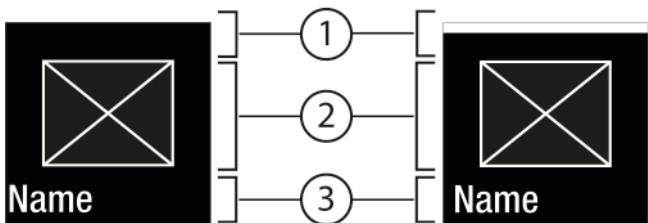
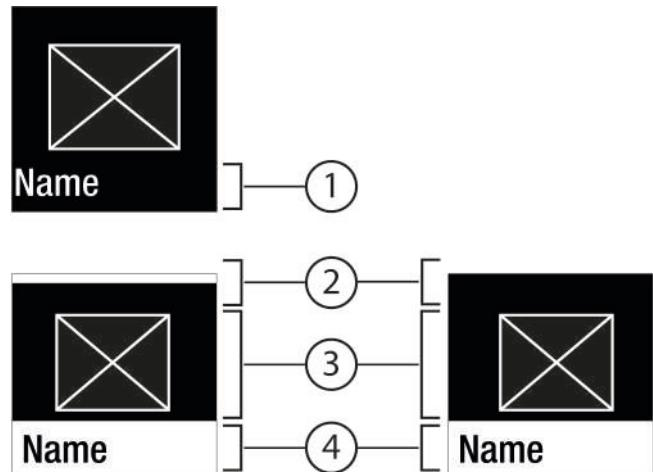

Fig. 6
Fig. 7
- Натиснувши Підтвердити Fig. 5 (2) викликати підменю Fig. 7 (4).
- Налаштувати нове значення: Натиснувши Підтвердити Fig. 5 (2) вибрati деактивоване значення Fig. 6 (1).
- Назад в меню: Натиснувши Підтвердити Fig. 5 (2) вибрati вже активоване значення Fig. 6 (2).
- ▷ Статус: активовано Fig. 6 (1) з'являється скоро в підменю Fig. 7 (4).